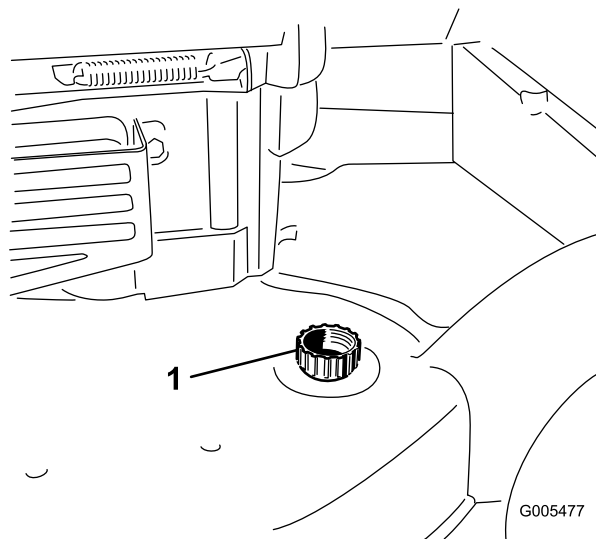

Figure 34
3. Branchez un tuyau d'arrosage relié à l'alimentation en eau au raccord de lavage du carter du plateau de coupe (Figure 34).